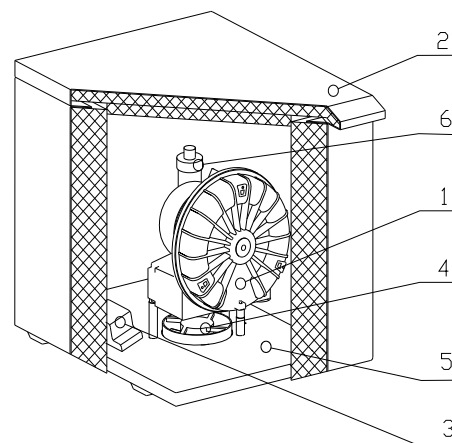

Bild. 1
Das Aggregat der Absaugpumpe (1) (Bild 1) erzeugt im pneumatischen Verteilungsnetz einen Unterdruck, wodurch Fremdkörper aus dem Arbeitsfeld des Arztes absaugt und in den Separator der Zahnarztbaugruppe abführt werden. Hinter dem Separator strömt reine Luft über das Absaugaggregat und den Schalldämpfer (6) in den Abluftschlauch, der die Luft in die Umgebung außerhalb des Behandlungsraums abgibt. Das Absaugaggregat wird über das Steuermodul (3) bei Anliegen des Signals von der Baugruppe (24V/0.1A DC/AC) oder durch das Einschalten des Schalters (Model „T“) eingeschaltet. Das Aggregat ist auf der Basisplatte (5) über dem Kühlungsventilator (4) positioniert, welcher eine Zwangszirkulation der Luft im Gehäuse (2) erzeugt. Das Metallgehäuse ist mit einer schalldämpfenden Isolation ausgekleidet, die den Geräuschpegel wirksam reduziert. Weiterhin steht das Gehäuse auf kleinen Füßen, wodurch ein ausreichender Austausch von Kühlungsluft, die durch den Spalt zwischen dem Gehäuse und dem Boden zugeführt wird, gesichert ist. Die Kühlungsluft wird über die Öffnung in der Hinterwand des Gehäuses ausgeblasen.